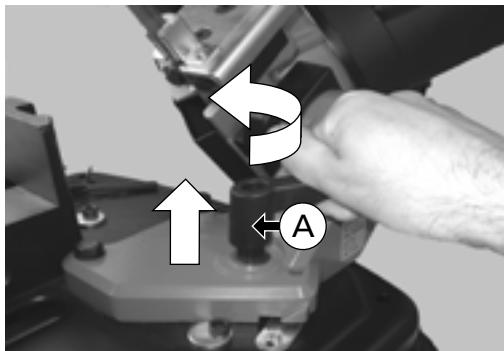

Abb. 19
Den Griff (A) (Abb. 19) anheben und zum Lockern in die dargestellte Richtung drehen.
Elemente auf Abb. 19 - 20